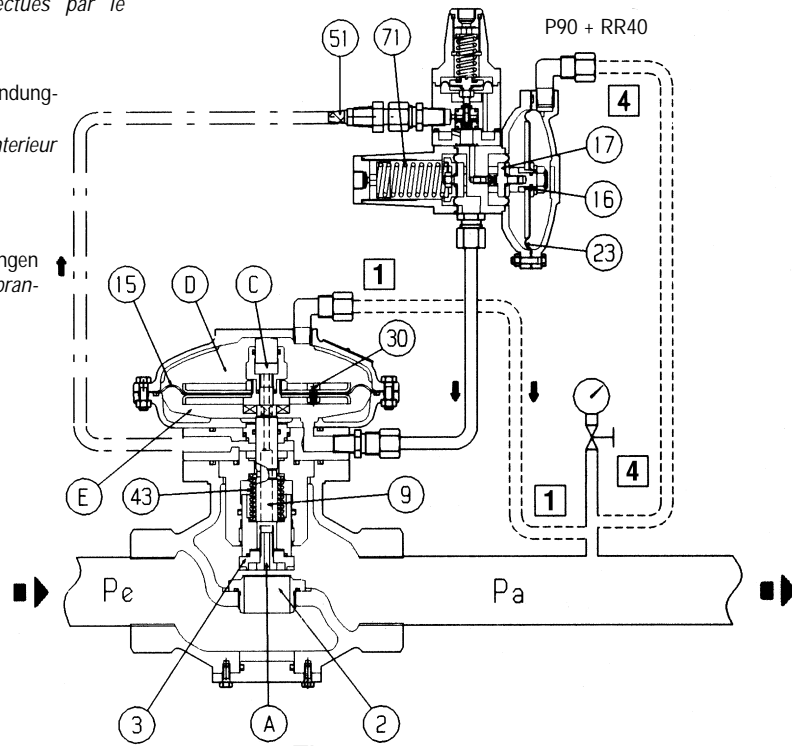

Fig. 1
1.2 FUNKTIONSWEISE (ABB. 1)
1.2 FONCTIONNEMENT (FIG. 1)
Wenn beispielsweise beim Betrieb (durch Erhöhen der gewünschten Durchflussmenge oder durch Abfallen des Eingangsdrucks) der Ausgangsdruck absinkt, entsteht ein Ungleichgewicht am Stellantrieb 16 des Pilotreglers, der sich verschiebt, wodurch sich das Stellglied 17 weiter öffnet. Folglich steigt auch der Steuerdruck Pm in der Kammer E unter der Membrane 15 (Abb. 1) und bewirkt ein Anheben des Stellgliedes 3 und somit größere Öffnung des Regelventils, bis der Ausgangsdruck wieder seinen Sollwert erreicht hat.
Si, par exemple, pendant le fonctionnement, une diminution de la pression en aval Pa (à cause de l'augmentation du débit requis ou de la diminution de la pression en amont) se produit, cela cause un déséquilibre dans l'équipement mobile 16 du pilote qui se déplace en provoquant une augmentation de l'ouverture du clapet 17. Ainsi, la valeur de la pression de motorisation Pm augmente aussi et, en agissant dans la chambre E au-dessous de la membrane 15 (fig. 1), elle détermine un déplacement vers le haut du clapet 3 et donc l'augmentation de l'ouverture du détendeur jusqu'à ce que la valeur préétablie de la pression réglée soit de nouveau atteinte.